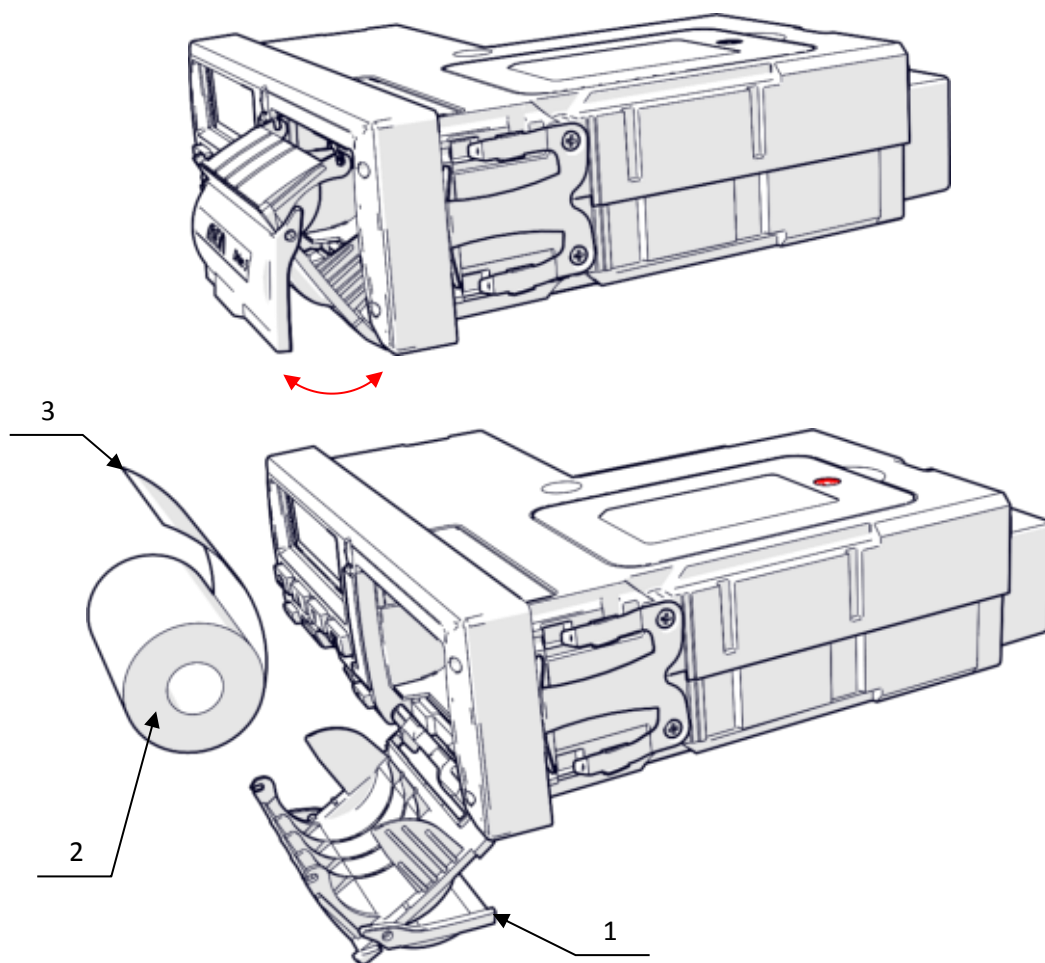

Рисунок 6. Установка бумаги
1. Рисунок 6), потянув за специальную ручку на крышке.
2. Установить рулон термобумаги (2) в лоток (термочувствительный слой ленты расположен с внешней стороны ленты) и вытянуть свободный конец ленты (3).